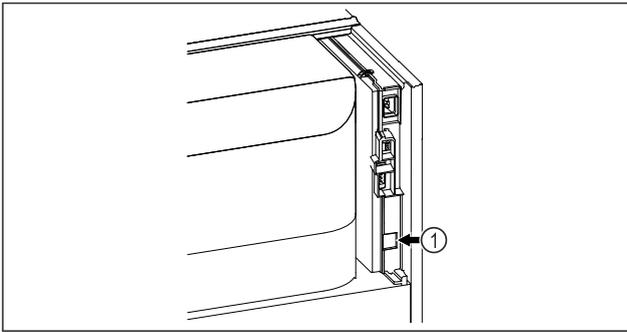

Fig. 83
- ☐ SmartModule Fig. 83 (1) ist eingesetzt.